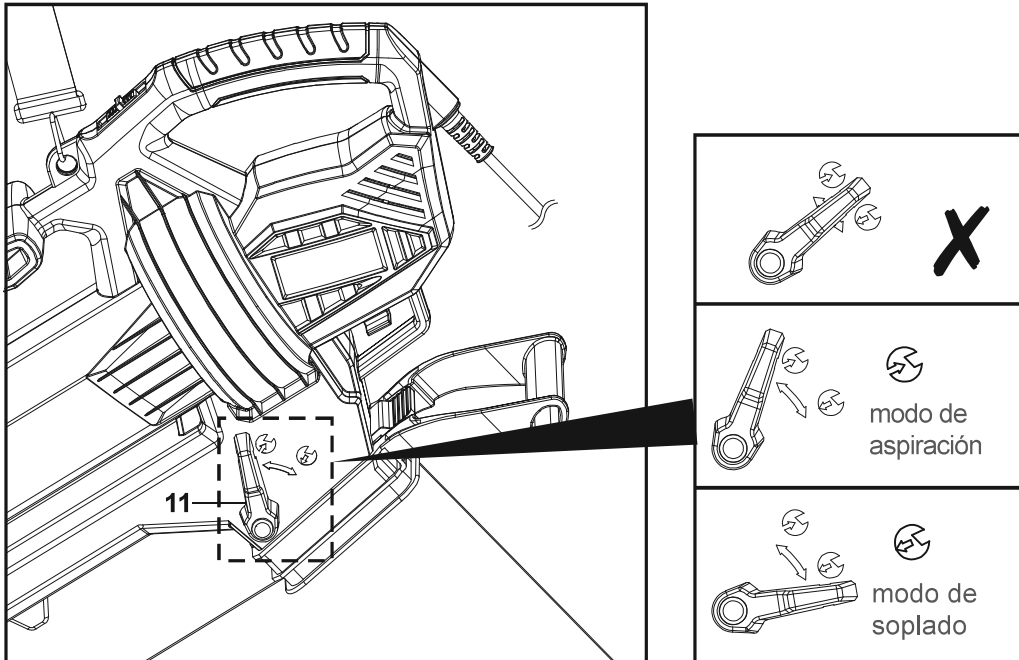

Fig. 8
Seleccione el modo de funcionamiento moviendo el selector de modo (11) hasta el símbolo correspondiente (Fig. 8).
1. Mueva el selector de modo (11) a la posición  para usar el producto como aspirador.
2. Mueva el selector de modo (11) a la posición  para usar el producto como aspirador.
3. Confirme siempre que el selector de modo (11) se queda ajustado en la posición correspondiente. No utilice el producto con el selector de modo (11) en una posición intermedia. Oirá un clic cuando la palanca quede correctamente acoplada.